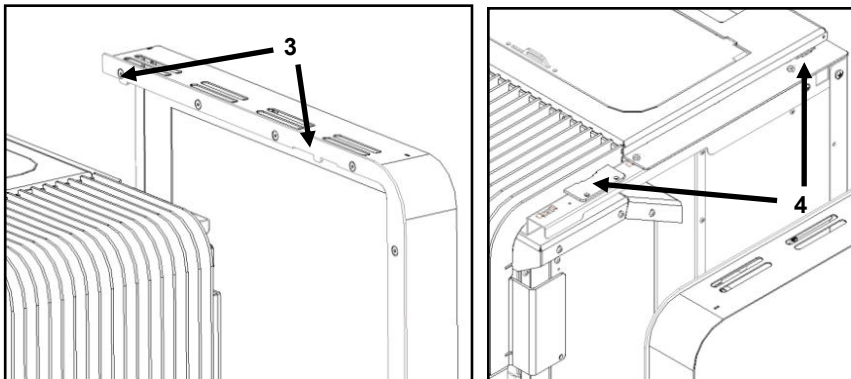

Figura 87 – Colocação das envolventes Aspen
d) De seguida, encaixar primeiro os furos inferiores **1** das capas laterais, nos guias **2** que se encontram no fundo da máquina, depois no sentido descendente encaixar os apoios **3** nos rasgos **4**, como demonstra a Figura 87.